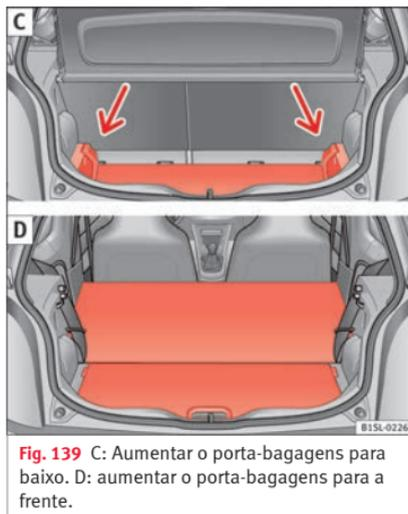

Fig. 139 C: Aumentar o porta-bagagens para baixo. D: aumentar o porta-bagagens para a frente.
- Levante o piso da bagageira e empurre-o para baixo na guia » **Fig. 139 C** (setas).